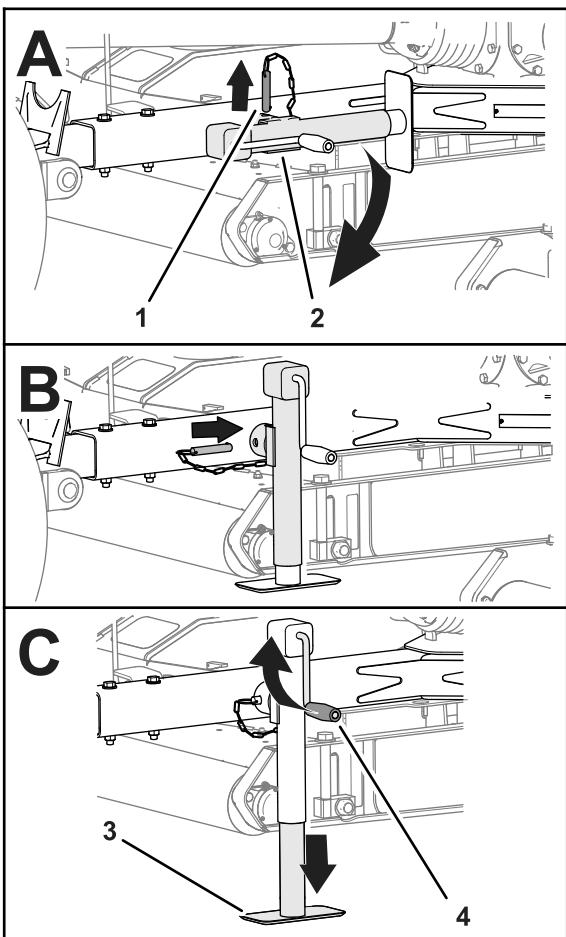

Рисунок 23
3. Извлеките штифт и поверните домкрат буксировочной штанги вертикально (Рисунок 23).
4. Совместите отверстие в буксировочной штанге с отверстием в домкрате (Рисунок 23).
5. Вставьте штифт в отверстия буксировочной штанги и домкрата (Рисунок 23).
- Вращайте рукоятку домкрата так, чтобы полностью поднять опорную плиту домкрата; см. Рисунок 23 в разделе Удерживание газонокосилки на домкрате \(страница 16\).